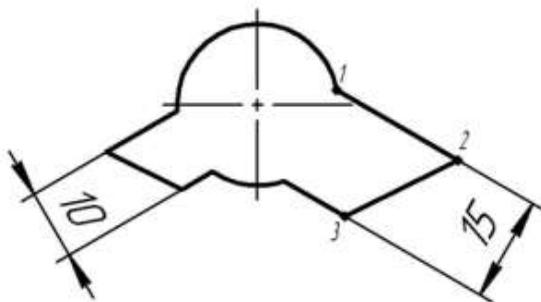

Рисунок 66. Задание размерной надписи
- Задайте положение размерной линии и надписи по образцу (рис.66).